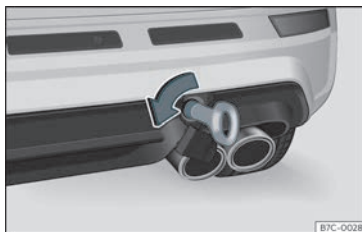

Fig. 44 No lado dereito do parachoques traseiro: argola de remolque rosca.
- Enrosque a argola de remolque na cavidade, xirándoa ao máximo **no sentido contrario ao das agullas do reloxo**»» **fig. 44** »» **!**. Use un obxecto adecuado co que poida enroscar totalmente e con firmeza a argola de remolque na súa cavidade.